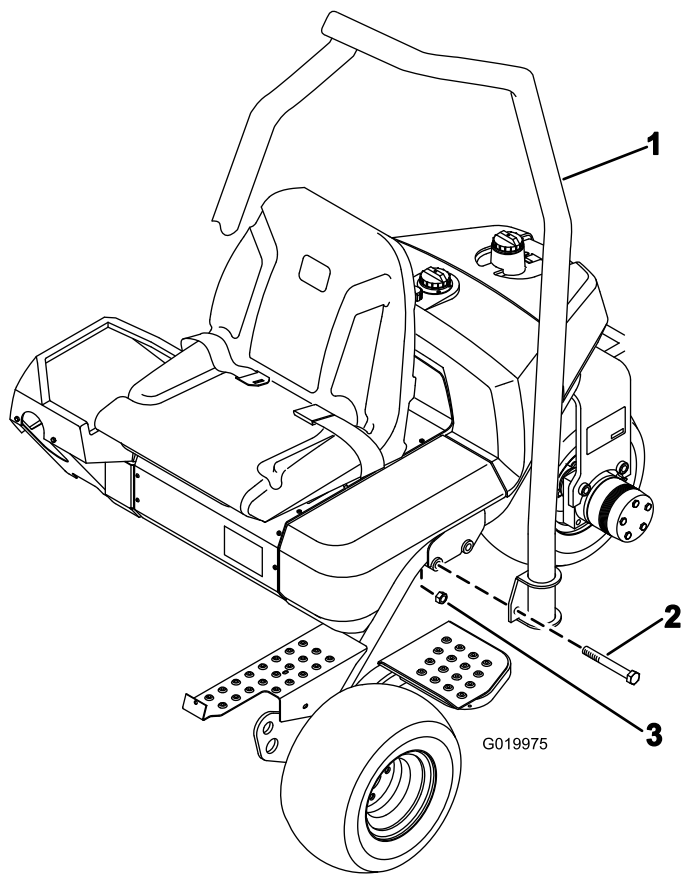

Рисунок 7
1. Расположите систему ROPS так, чтобы изгиб трубы был направлен к передней стороне машины (Рисунок 7).
2. Опустите узел ROPS на раму, совместив ее с монтажными отверстиями (Рисунок 7).
3. Прикрепите каждую сторону ROPS к раме 2 болтами (5/8 x 4-1/2 дюйма) и контргайками, как показано на Рисунок 7. Затяните с моментом 183-223 Н•м.